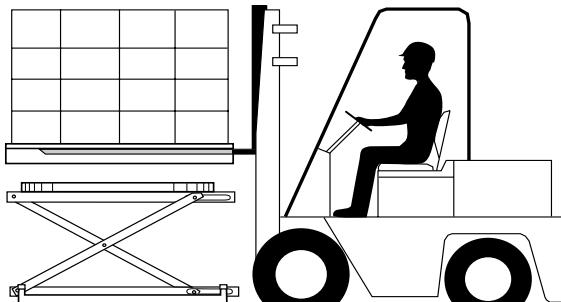

Figura 6. Descarga mediante carretilla elevadora
- Introduzca las horquillas en el palet y saque este de la parte superior de la unidad. Vea la figura 6.